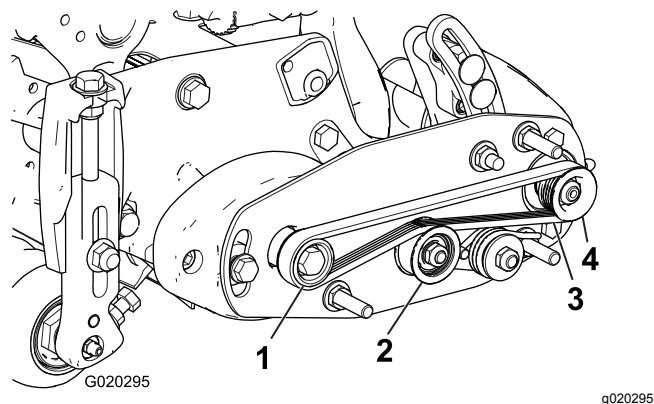
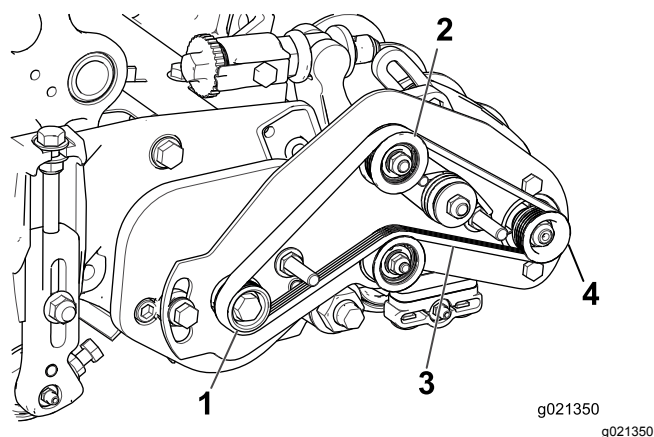

図 21
図 22
- 駆動 プーリにベルトを掛け、次に、アイドラプーリの上部に掛ける図 21 と 図 22。
- 受動 プーリにベルトを掛ける図 21 と 図 22。